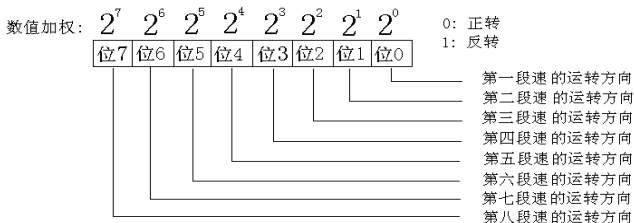

图 22
1、首先设定 D000、D122~D136 为所需的速度值, 每段速的运转方向由参数 D137 (1~8 段速方向), D138 (9~16 段速方向) 相应的位决定。如图 22 所示, 参数 D137/D138 是一个二进制 8 bit 数, 设定时, 需转成十进制数。